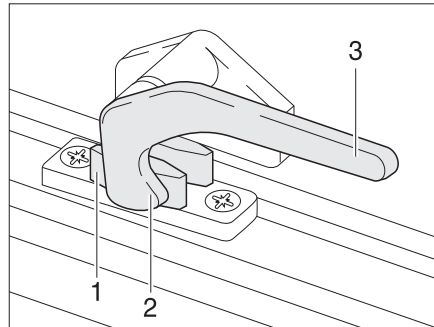

Fig. 68 Levier de verrouillage en position "Fermé"
- Tourner le levier de verrouillage (Fig. 68,3) d'un quart de tour vers le centre de la fenêtre.
- Tourner le levier de verrouillage (Fig. 68,3) d'un quart de tour vers le cadre de la fenêtre. Le tenon de verrouillage (Fig. 68,2) se trouve sur le côté intérieur du verrouillage de fenêtre (Fig. 68,1).
- En position "Fermé" (Fig. 68).